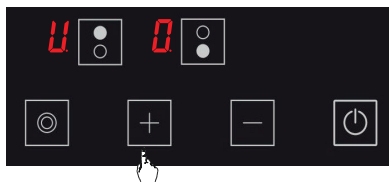

Figure 10
**3.** Puis, appuyez sur la touche **+** une fois. Par cette action, l'icône **H** sera affichée dans la plaque de cuisson pertinente. (voir Fig. 10) Donc, la fonction Maintien au chaud sera activée.